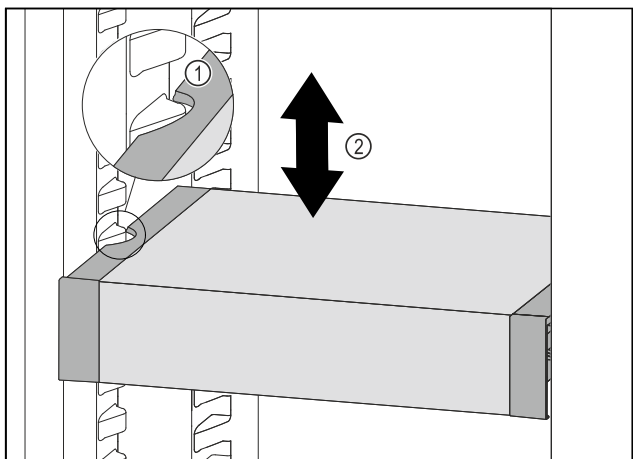

Fig. 79
- ▶ Táhněte VarioSafe dopředu, dokud nebudou boční vybrání VarioSafe na úrovni žebrování na nádoby v chladničce. Fig. 79 (1)
- ▶ Posouvejte VarioSafe v chladničce nahoru nebo dolů, dokud nedosáhnete požadované výšky. Fig. 79 (2)